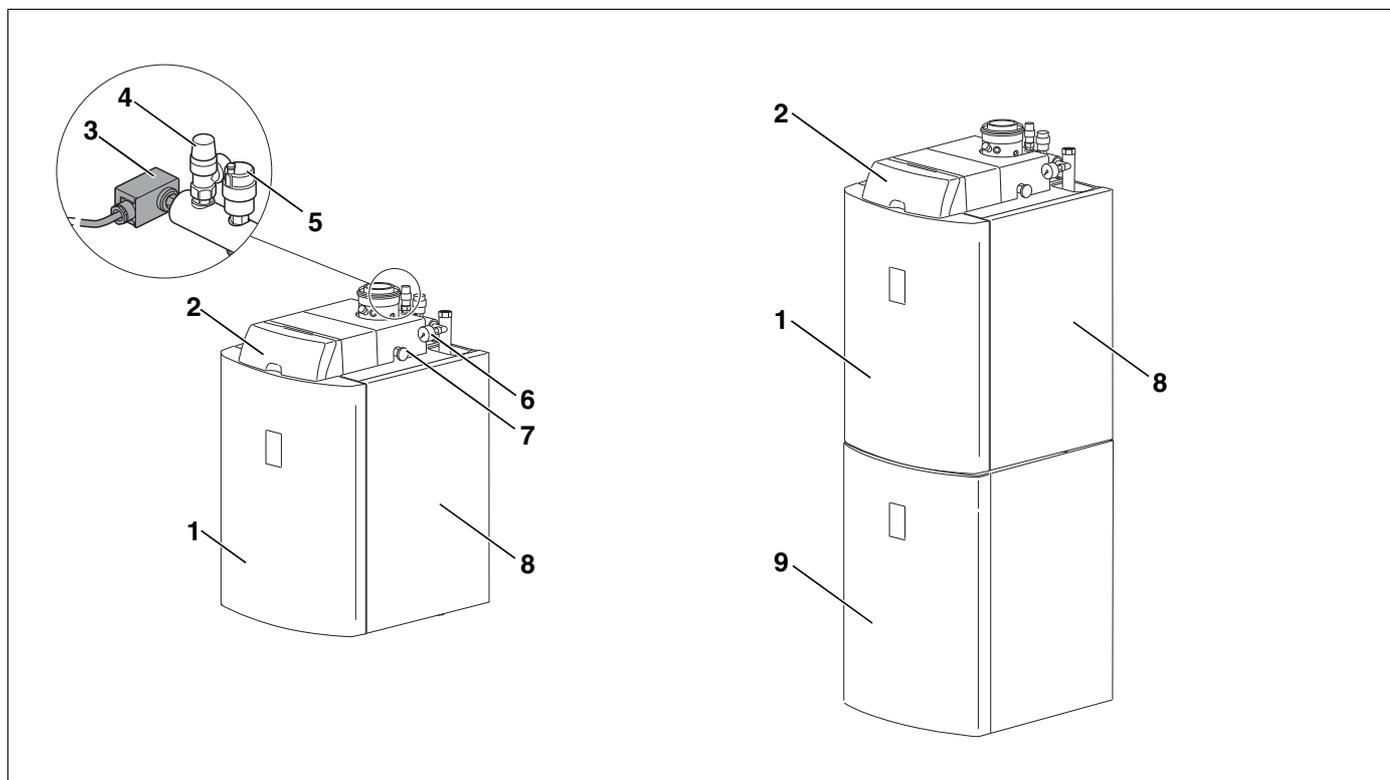

Fig. 1 Caldaia Logano G135(T); a sinistra, caldaia compatta a gasolio; a destra, centrale del calore
Le caldaie compatte a gasolio Logano plus GB135 - 18 e Logano G135 - 25 (fig. 1, a sinistra) sono montate di fabbrica con bruciatore, apparecchio di regolazione e diversi componenti aggiuntivi. Tutte le componenti sono collegate elettricamente e idraulicamente.
Le caldaie compatte a gasolio Logano plus GB135T - 18 e Logano G135T - 25 (fig. 1, a destra) sono composte dalla rispettiva caldaia compatta a gasolio, e dall'accumulatore d'acqua calda Logalux S135. L'unità (centrale di calore) è montata, completa di tubazione di collegamento accumulatore-caldaia.
- Rivestimento (fig. 1, [8], pag. 6) e pannello anteriore caldaia (fig. 1, [1], pag. 6). Il rivestimento e il pannello anteriore della caldaia riducono le perdite di energia.
- Accumulatore acqua calda Logalux S135 integrato (fig. 1, [9], pag. 6) con Logano G135T, provvisto di isolamento termico con schiuma dura al poliuretano senza CFC. L'accumulatore d'acqua calda è munito di uno scambiatore di calore. Lo scambiatore di calore trasmette il calore dall'acqua di riscaldamento a quella potabile. L'acqua contenuta nell'accumulatore viene riscaldata uniformemente.
- rubinetto di intercettazione gasolio (fig. 1, [7], pag. 6),
- valvola di sicurezza (fig. 1, [4], pag. 6),
- pressostato (fig. 1, [3], pag. 6),
- disaeratore automatico (fig. 1, [5], pag. 6),
- manometro (fig. 1, [6], pag. 6).